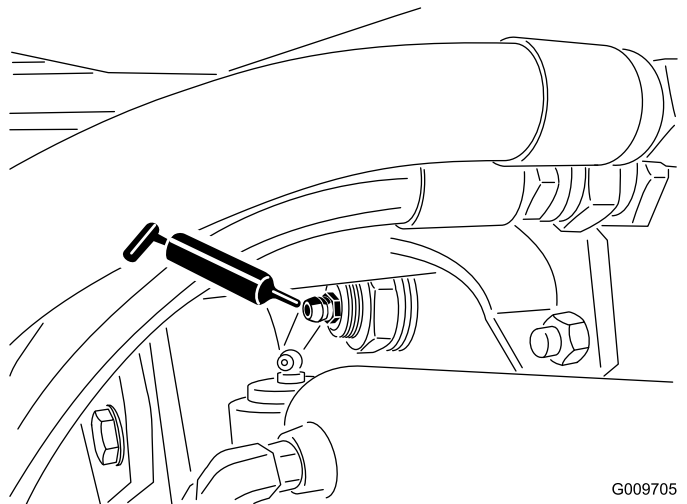

Bild 50
- Hinterachse-Drehbüchsen (2) (Bild 50)